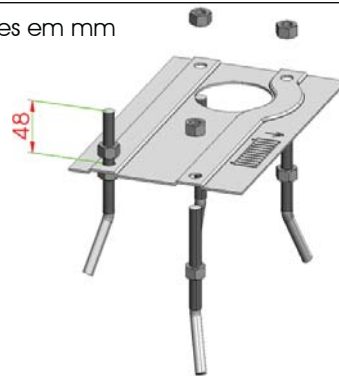

Fig. 4
1. Montar a chapa de fundação como na Fig. 4.